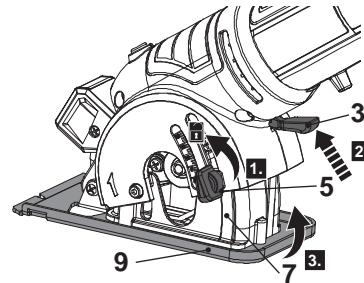

Fig. 2
5. Desbloquee la perilla de fijación de profundidad (5) hasta que se pueda mover libremente en la ranura (Fig. 2, paso 1).
6. Apriete la palanca de bloqueo (3) para desbloquear la placa de bloqueo para la inmersión (7) (Fig. 2, paso 2), luego gire la placa base (9) hacia el protector superior hasta el extremo y manténgala en posición (Fig. 2, paso 3). Posteriormente, suelte la palanca de bloqueo (3)